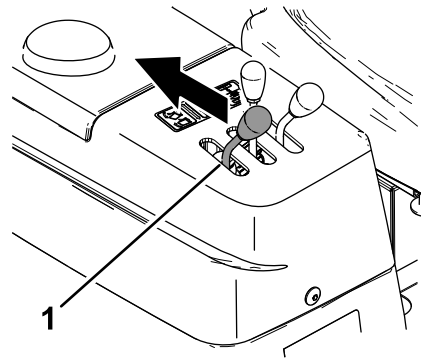

Figura 50
1. Pida a otra persona que tire hacia atrás y sostenga la palanca de volcado de la tolva (Figura 50).